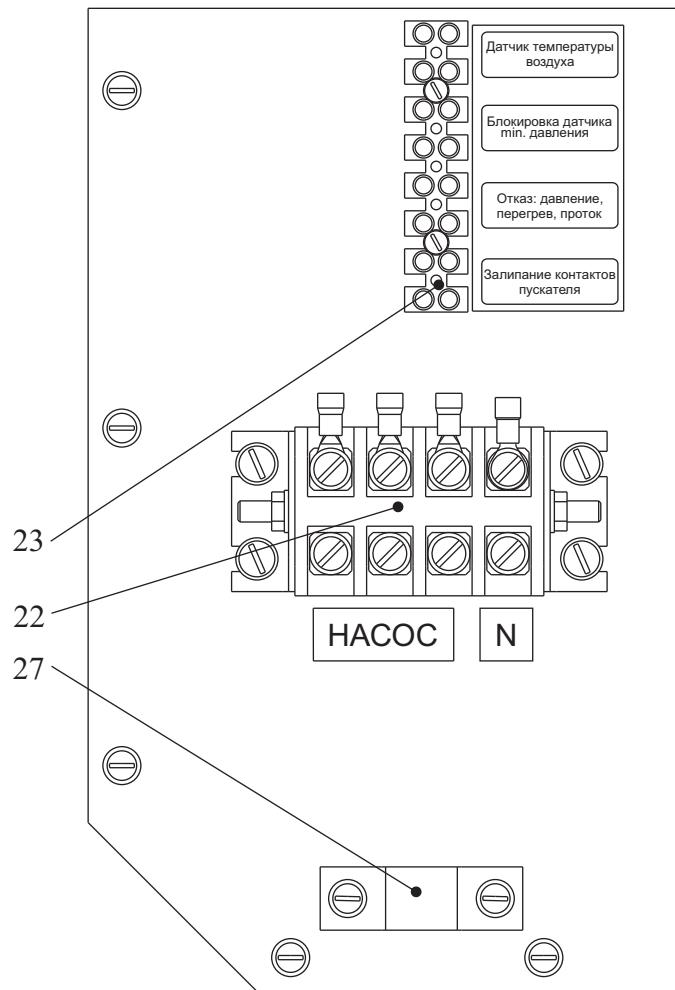

Рис.3 Панель подключения внешних устройств
4.1.5 Панель подключения внешних устройств включает в себя два клеммника. Четырехконтактный клеммник (22 рис.3) для подключения по питанию внешнего трехфазного циркуляционного насоса и ввода в прибор рабочего нуля (цепи управления 220В). Восьмиконтактный клеммник (23 рис.3) для подключения внешних устройств. Кабель насоса закрепляется с помощью скобы (27). Места подключения обозначены с помощью аппликаций.
7.2.6 При подключенном через клеммник "Датчик температуры воздуха" (Рис.3) внешнем датчике температуры воздуха прибор переходит в режим управления по температуре воздуха в помещении, где установлен датчик. Ручка терморегулятора **ТЕМПЕРАТУРА** должна находиться в крайнем правом положении.
При работе прибора в открытой системе отопления на клеммной колодке (23 рис.3) должна быть установлена перемычка на клеммах “Блокировка датчика тн. давления”.
4.2.2 Для организации дистанционной индикации отказов прибора на клеммную колодку (23, Рис. 3) выведены сигналы “Отказ: давление, перегрев, проток” и “Залипание контактов пускателя” от соответствующих реле на плате управления. Контакты реле предназначены для работы в цепях переменного и постоянного тока в диапазоне напряжений 0-250В. Допустимый ток коммутации 5А. При аварийной ситуации контакты реле замыкаются.